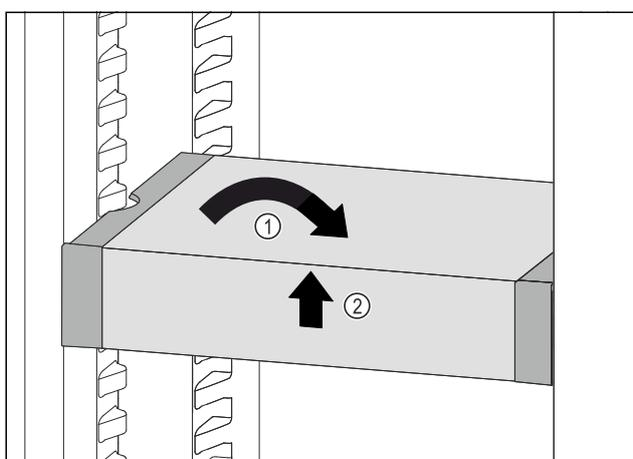

Fig. 53
- ▶ Collocare VarioSafe in maniera dritta. Fig. 53 (1)
- ▶ Sollevare VarioSafe dal lato anteriore. Fig. 53 (2)